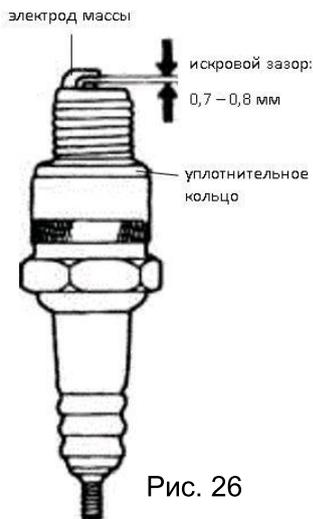

Рис. 26
5. Измерьте расстояние между электродами с помощью круглого щупа. (см. рис. 26) Расстояние между электродами:  $0,70 \div 0,80$  мм. При необходимости подогните электрод массы до нужного расстояния.